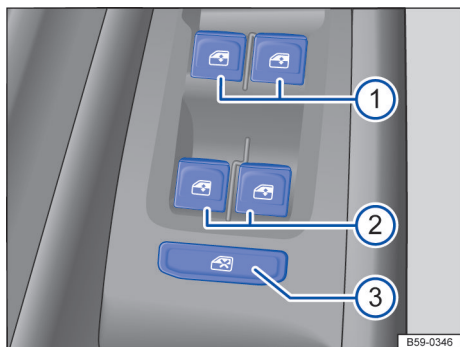

图 68 在驾驶员侧车门内：前部和后部车窗升降器的按钮
→ 图 68 的图例：
：安全按钮→图 68③ 停用后门车窗控制按钮。这时按钮中的黄色指示灯亮起。